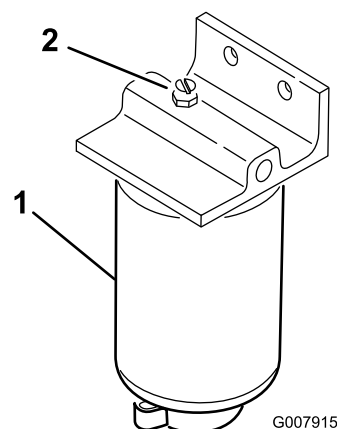

Figura 35
3. Aprite il tappo di sfiato sul filtro carburante/separatore di condensa (Figura 35).